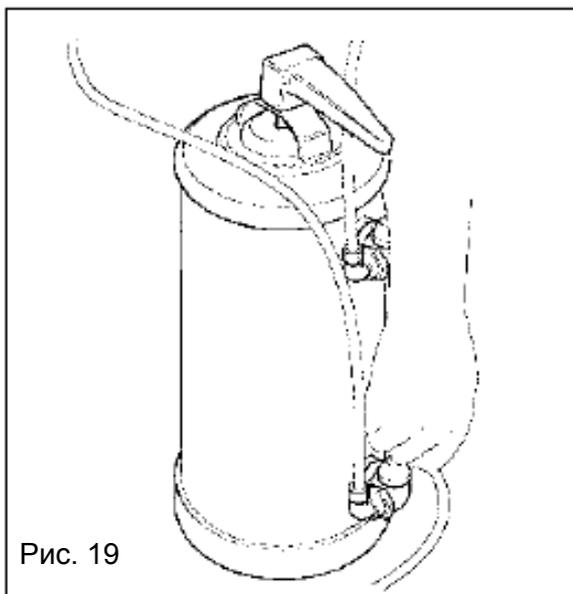

Рис. 19
- Откройте нижний кран (рис. 19) и верхнюю заглушку устройства для умягчения воды, чтобы удалить пузырьки воздуха.